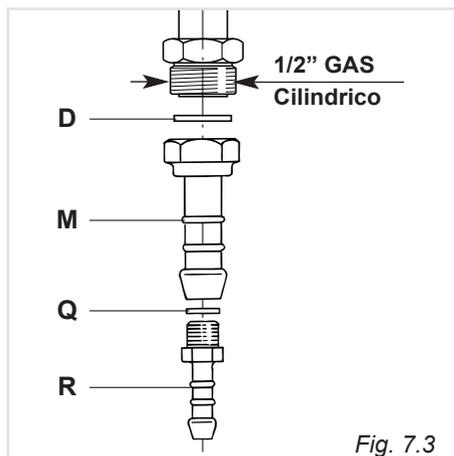

Fig. 7.3
Il gruppo di raccordo (fig. 7.3) si compone di:
- Montare il raccordo portagomma "M" interponendo la guarnizione di tenuta "D" (fig. 7.3).
- Montare sul portagomma "M" la riduzione "R" con interposta la guarnizione "Q" (fig. 7.3).
Per effettuare il collegamento gas è necessario togliere il portagomma "M" (fig. 7.3) ed avvitare direttamente sulla rampa il terminale del tubo metallico interponendo la guarnizione "D" (fig. 7.4).